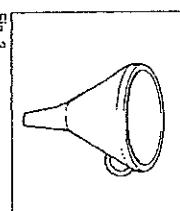

Fig. 2
- Imballo in plastica (Fig. 2).
- Plastic funnel (Fig. 2).
- Ensemble en plastique (Fig. 2).
- Kunststoffhüttchen (Abb. 2).